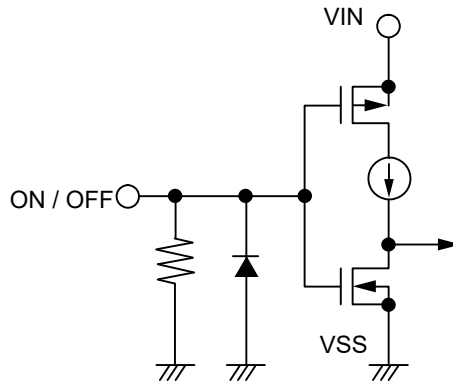

图11
ON / OFF端子的结构如图11所示。
*2. 将ON / OFF端子连接到VIN端子上进行工作时，S-19254xxxH系列的消耗电流中，流入下拉电阻中的电流量会增多，务请注意 (请参阅图11)。